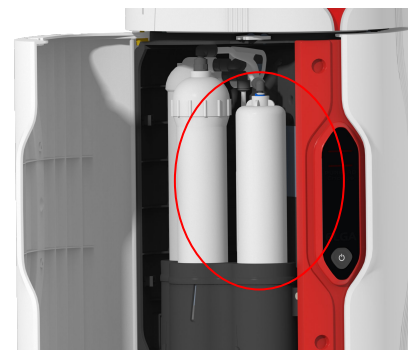

Fig. 1
3. SCOLLEGARE la cartuccia di pretrattamento LC241. (Fig. 1)